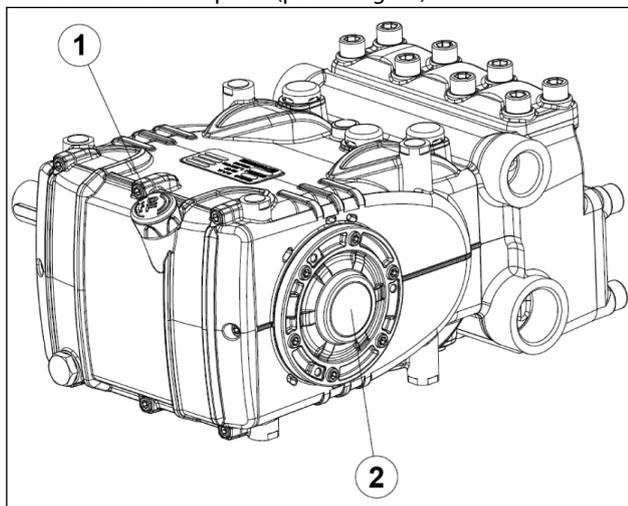

Fig. 14
5. O óleo no cárter da bomba é nivelado verificando-o com a respectiva haste (pos. ① Fig. 14) e, em casos excepcionais, com o visor de líquido. (pos. ② Fig. 14).